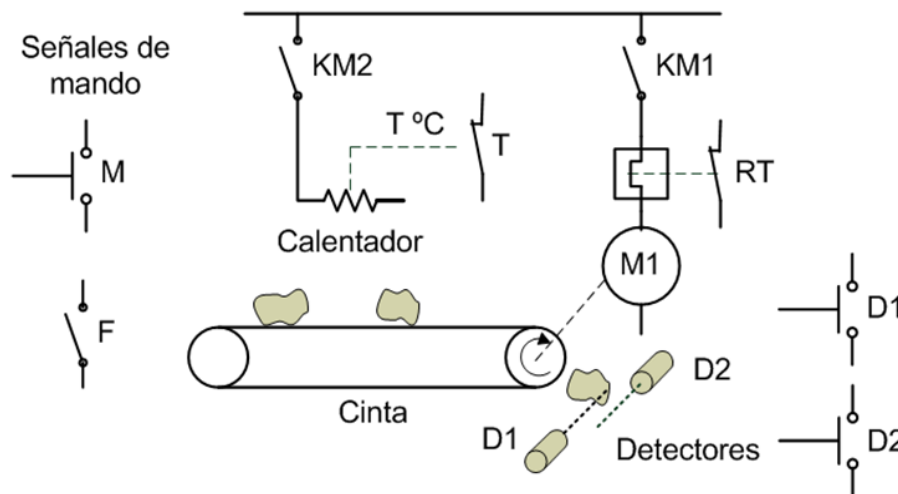

Figura 1. Esquema del tostador de bollos.
- 5) Tratar de representar el programa plateado en la cuestión 3 usando también los lenguajes de diagrama de bloques funcionales (FDB) y de texto estructurado (ST).
- 6) Crear un proyecto para resolver el automatismo del “tostador de bollos” visto en clase de teoría (Figura 1) y descrito a continuación.